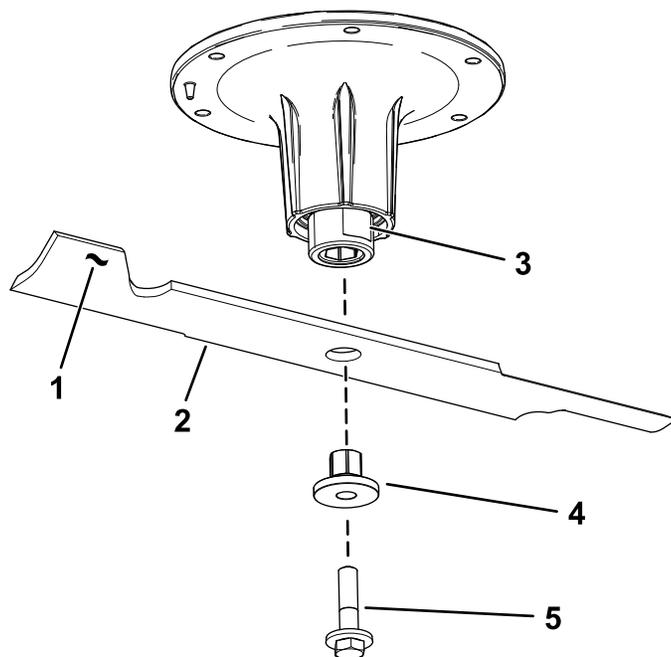

Figure 91
2. Retirez le boulon, la douille et la lame de l'axe de pivot (Figure 91).